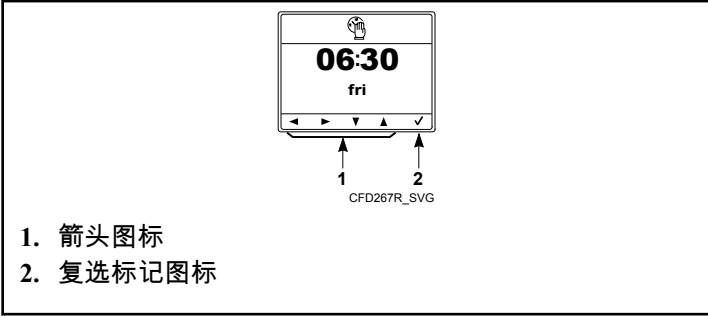

图 41
3. 按下复选标记图标下方按钮，确认对周期启动时间所作的调节。参见图 41。将显示周期启动日期。参见图 41。
4. 按下箭头图标下方按钮，调节周期启动日期。参见图 41。箭头图标复选标记图标按下左右箭头图标下方按钮，选择一个数字。按下上下箭头图标下方按钮，对所选数字进行调节。
5. 按下复选标记图标下方按钮，确认对周期启动日期所作调节。参见图 41。